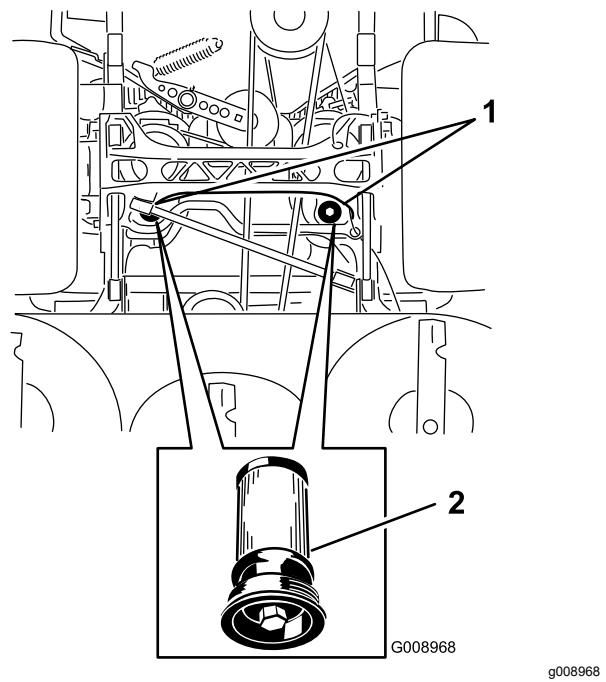

Figura 112
- Coloque um recipiente de escoamento debaixo dos filtro, retire o filtro velho e limpe a superfície (Figura 112).
- Aplique uma fina camada de fluido hidráulico na junta de borracha do filtro de substituição (Figura 112).